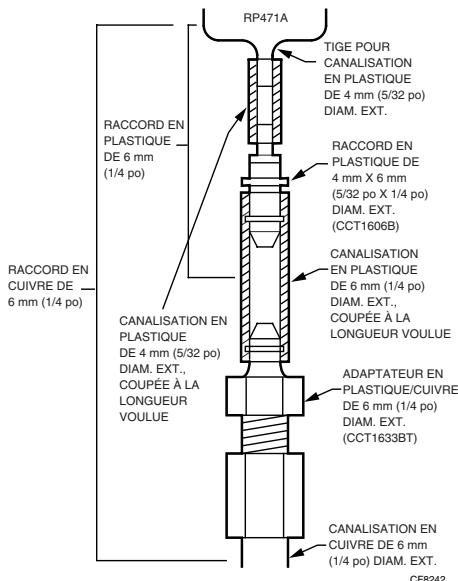

Fig. 3. Adaptateurs de tuyaux.
La Fig. 3 montre comment effectuer le raccordement des tuyaux. Tous les raccords sont des canalisations en polyéthylène à crans de 4 mm (5/32 po) de diam. ext.
**REMARQUE :** Si les canalisations ne sont pas en cuivre ou en polyéthylène, suivre les indications à la Fig. 3. Certains modèles comprennent les pièces à utiliser pour le raccordement.